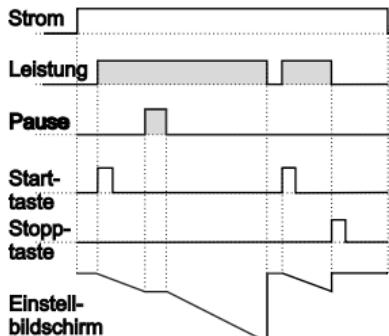

Abbildung 1.1
1.1.1 Wenn Abwärtszählen **DECt** = 1 und **butF o-n** ist, wird das Regelschema in Abbildung 1.1 gezeigt.